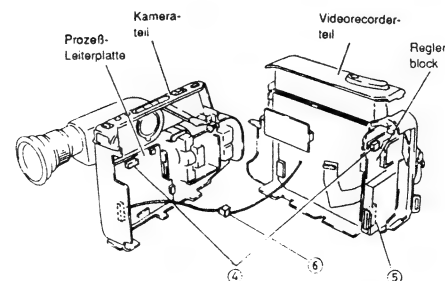
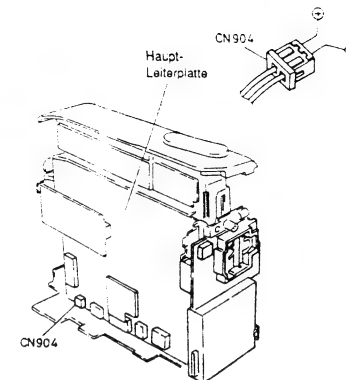

Abb. 2-13
Abb. 2-14
- 4) Zwei (2) Stecker (CN515, CN903) auf dem Reglerblock und der Prozessor-Leiterplatte abtrennen (siehe Abb. 2-13).
- 5) Ein (1) Flachkabel (CN1216) von dem Reglerblock abtrennen.
- Falls ein elektrisches Schaltkreissystem defekt ist, den Stecker CN904 von der Haupt-Leiterplatte abtrennen und eine 3 V Gleichspannung an den Stecker (Buchse) anlegen. Nun ist das Entladen möglich (siehe Abb. 2-14). Falls das Entladen auch mit dem obigen Vorgang nicht möglich ist, dann liegt ein Defekt in dem mechanischen Block vor. Nachdem der Kamerablock ausgebaut wurde, das rechte Gehäusegerät nachfolgendem Vorgang entfernen und danach den mechanischen Block demonstrieren.
- 7) Die Gleichstromversorgung (DC3V) von CN904 entfernen (siehe Abb. 2-14).